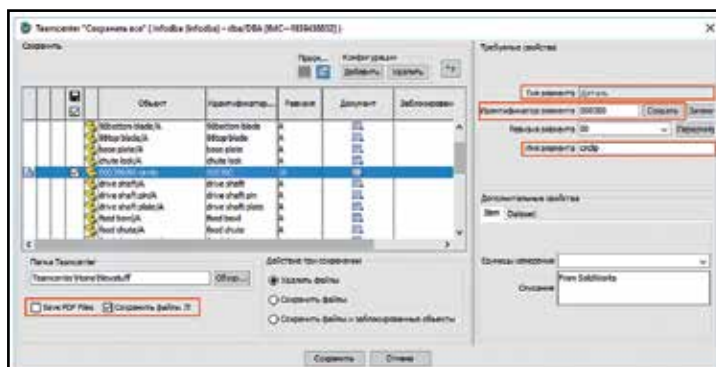

Рис. 6. Меню сохранения в Teamcenter
- ▶ сохранение моделей и чертежей в Teamcenter в исходном виде и формате для их визуализации и использования без CAD. При сохранении объекта возможно выбрать его тип, назначить новый идентификатор, присвоить наименование, номер ревизии, дополнительные свойства, необходимые для управления объектом в Teamcenter. При сохранении сборки SolidWorks автоматически формируется состав изделия в Teamcenter. При сохранении чертежа SolidWorks автоматически формируется вторичное представление в формате PDF, который можно использовать при согласовании. При сохранении детали SolidWorks автоматически формируется набор данных JT для визуализации детали в Teamcenter (рис. 6);